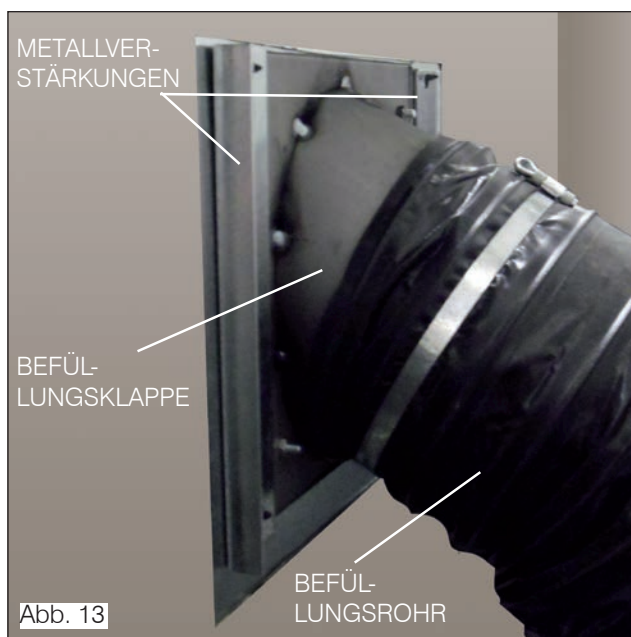

Abb. 13
Den Rehgips an der Rückseite mit Metallleisten verstärken (Abb. 13).
INSTALLATION DES BEFÜLLUNGSROHRS** (Abb. 13 und 14).
- Den Schlauch mittels der mitgelieferten Rohrschellen am Stutzen auf der Befüllungsöffnung befestigen (Abb. 13)